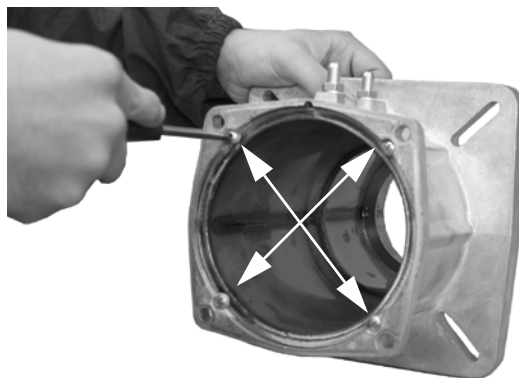

Рис. 7
- 3 Снять 4 винта, которые крепят сопло к патрубку (Рис. 7).